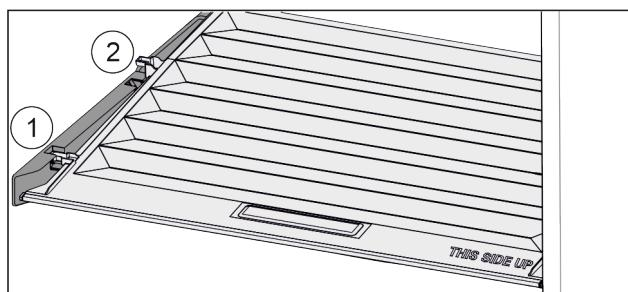

Fig. 25
- Кришку до отвору в деталях для підтримки потягнути вперед Fig. 25 (1).
- Підняти ззаду знизу та вийняти Fig. 25 (2) вгору.